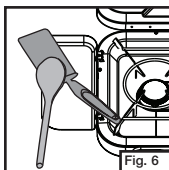

Fig. 6
- Vous pouvez abaisser un pare-vent et vous en servir pour poser un ustensile léger. (Fig. 6)